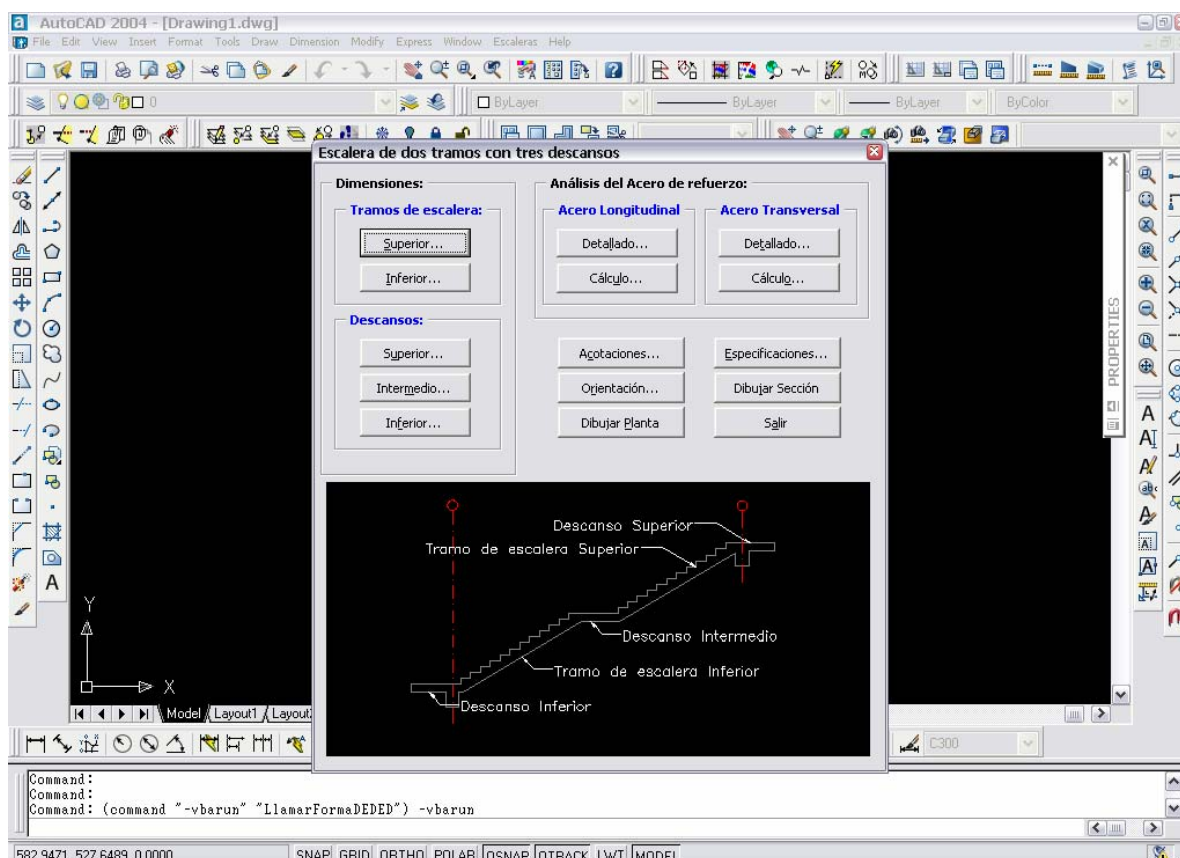

Fig. 10 Escalera de dos tramos con tres descansos.
**Superior...** Abre un cuadro de diálogo que contiene el ancho y el espesor del descanso superior (Fig. 10), y además, se puede especificar el tipo de apoyo que se desee: nervio (o viga, y muro). Las dimensiones del apoyo seleccionado se pueden ubicar presionando **Dimensiones...**, que muestra un cuadro de dialogo (Fig. 11) que contiene, además de las dimensiones y ubicación del eje del apoyo, el nombre del eje del apoyo, y las distancias superior (DS) e inferior (DI) del eje del nervio.